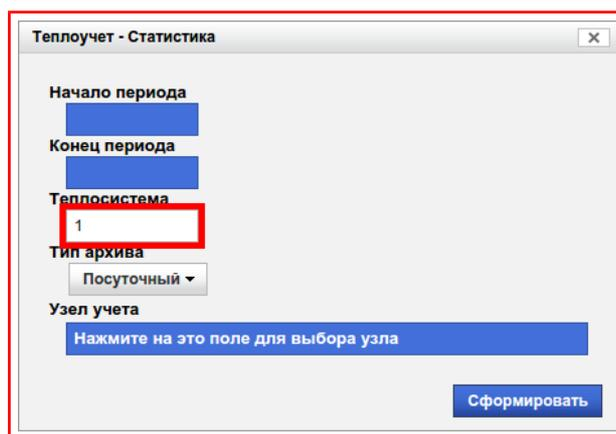

Рисунок 11.3 — Поле «Теплосистема»
- 3) Выбрать необходимую теплосистему (для расходомеров поле «Теплосистема» представляет собой канал), по умолчанию установлена в **«1»**, рисунок 11.3;